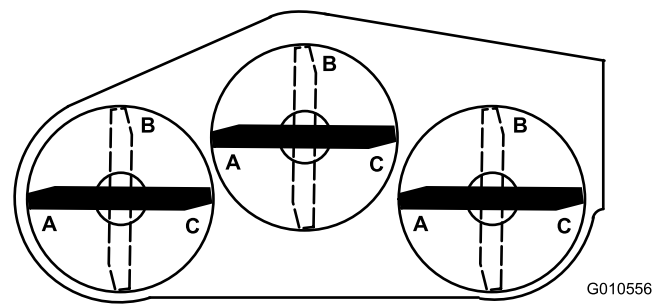

Bild 27
6. Stellen Sie alle drei Messer in die A-Stellung (Bild 27) und messen von der ebenen Fläche bis zur Unterkante jeder Messerspitze (Bild 28), notieren Sie den Wert.
7. Drehen Sie die Messer auf die B-Stellung (Bild 27) und messen den Abstand aller Messer zur ebenen Fläche; notieren Sie die Werte (Bild 28).
8. Drehen Sie die Messer in die C-Stellung, messen und notieren Sie den gemessenen Wert (Bild 27 und Bild 28).